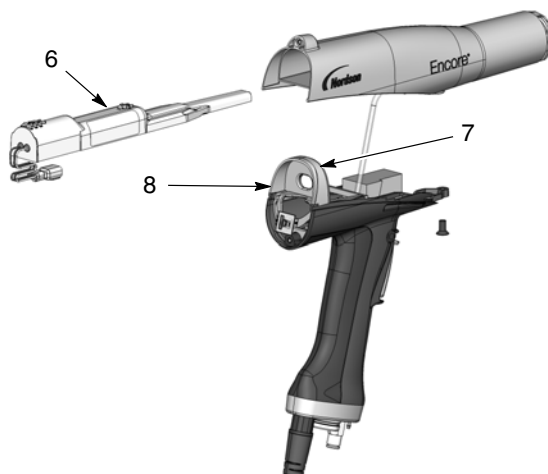

Bild 6-4 Demontering av spänningsaggregat ur pistolkroppen
1. Se bild 6-4. Skjut ut spänningsaggregatet (6) ur pistolkroppen.
2. Kontrollera packningen (7) på skiljeväggens baksida (8). Byt ut den om den är slitet. Packningen är fäst vid skiljeväggen med ett kontaktlim.